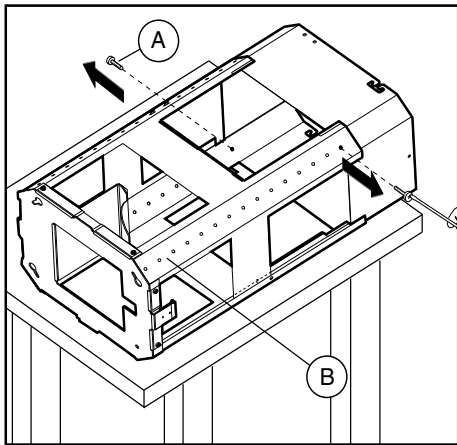

Fig.2
- Tag strukturen ud af emballagen og fjern de 2 skruer **A**, for at adskille den øverste del fra den nederste (fig. 2).